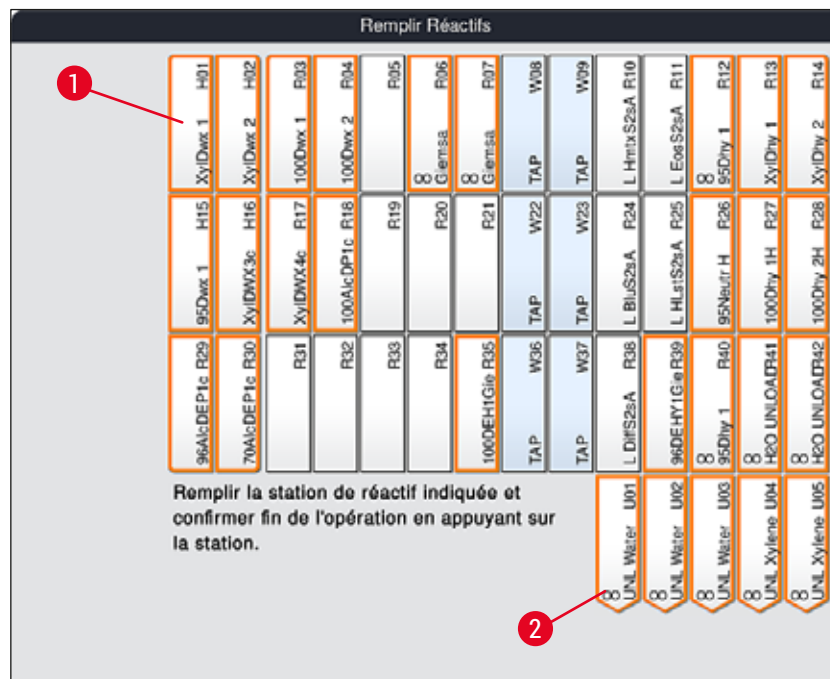

Fig. 56
2. Dans la nouvelle fenêtre **Remplir Réactifs** (→ "Fig. 56"), les stations à remplir sont mises en évidence en orange (→ "Fig. 56-1").
Seuls les réactifs définis par l'utilisateur et ajoutés du programme de coloration Leica sont affichés en orange (→ "Fig. 56"). Les réactifs du kit de réactifs Leica sont scannés par la suite (→ P. 82 – Remplissage des réactifs du kit de réactifs Leica).